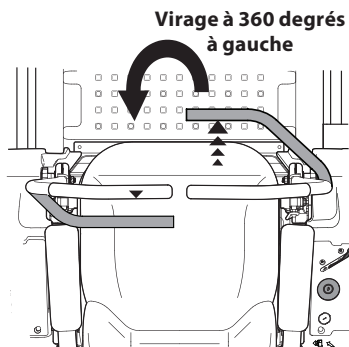

Figure 3-12
3. Pour tourner à gauche, poussez la barre de conduite droite vers l'avant et tirez la barre de conduite gauche vers l'arrière. Voir Figure 3-12.